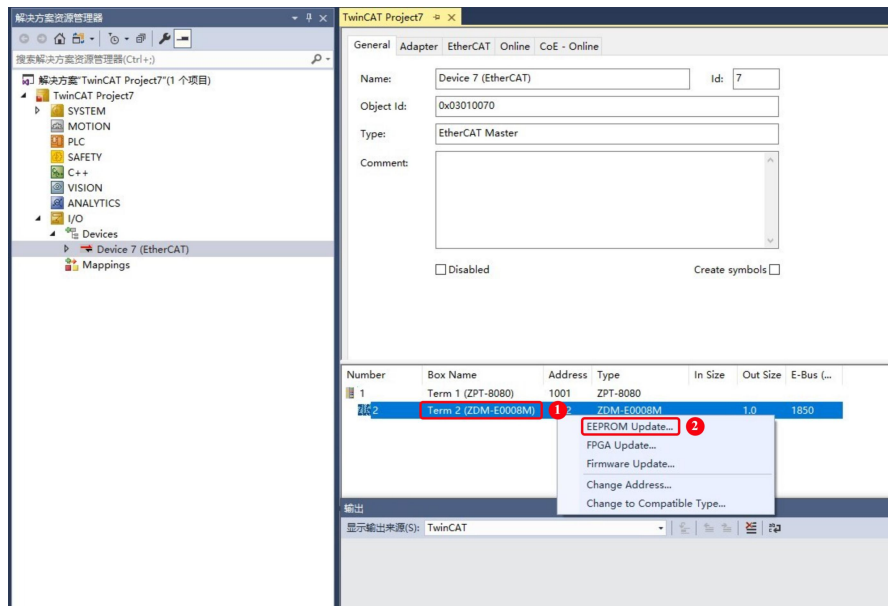

图 6.2 选择设备更新 EEPROM
2. 打开 TwinCAT, 点击扫描设备, 扫描完成后选择扫描出来的 Device 设备, 在 General 栏选择需要烧录 EEPROM 的从站设备, 鼠标右击, 点击 EEPROM Update..., 如图 6.2 所示。